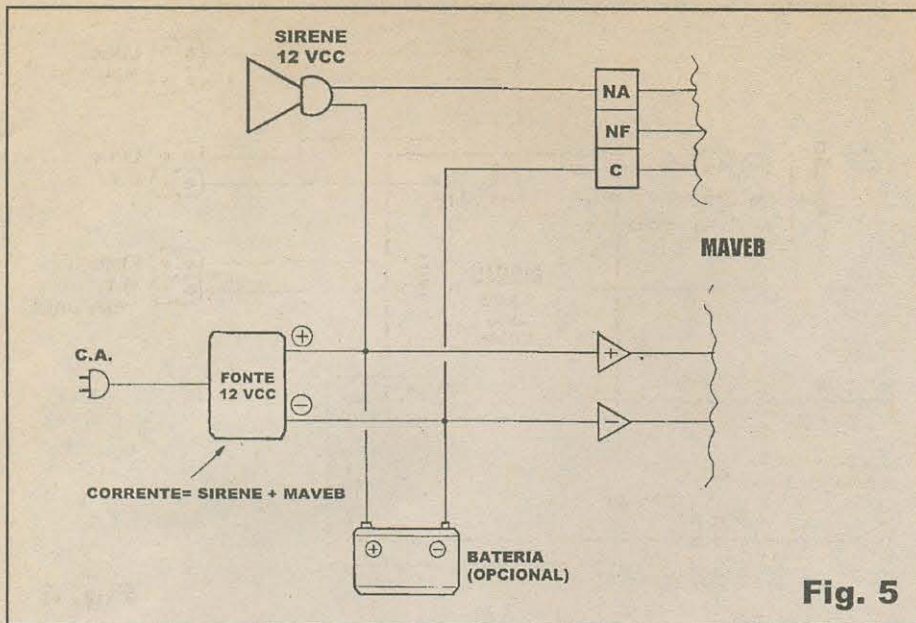

Fig. 5
- FIG. 5 - DIAGRAMA BÁSICO DE ALIMENTAÇÃO E SAÍDA PARA O MAVEB... - O esquema mostra, com clareza, as ligações da alimentação e da saída *normais* para o sistema... Se a carga final for uma sirene, certamente deverão ser utilizados os contatos NA e C de modo a garantir que em *stand by* o dispositivo sonoro permaneça *mudo*, apenas emitindo o seu *berro* intermitente durante o período efetivo de disparo do MAVEB... Notar, também, como devem ser incorporadas uma fonte convencional de 12 VCC e uma eventual bateria de *back-up*, aos contatos de entrada de alimentação do sistema, incluindo a energização do dispositivo sonoro de potência... *Não esquecer* que a corrente total disponibilizada pelo conjunto fonte/bateria deverá *igualar* ou ultrapassar a *soma* dos 250 mA pedidos pelo circuito do MAVEB *mais* o que o dispositivo sonoro exigir... Assim, se uma eventual sirene precisar de 3 ampères, o total a ser